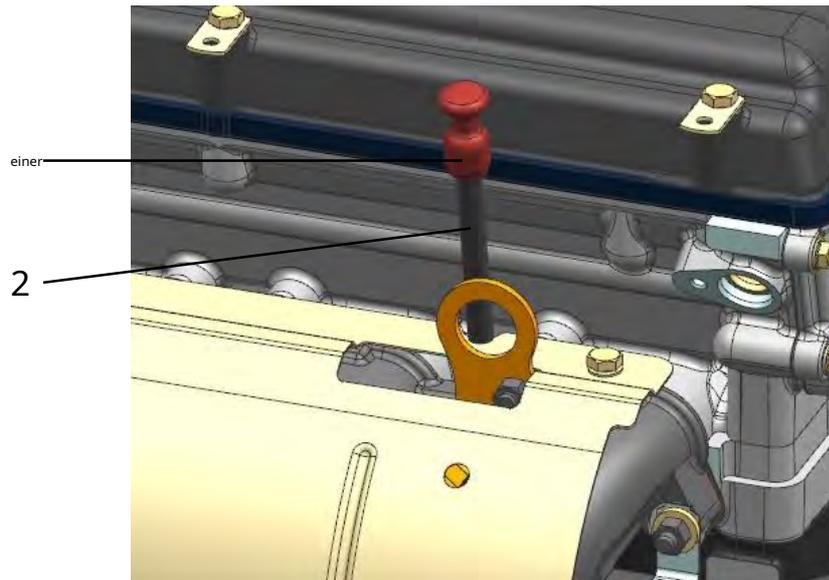

Abb. 225. Ölstandsanzeige einbauen:
**21.** Setzen Sie den Ölmesstab 1 (Abb. 225) in das Rohr 2 ein, um Betonung.